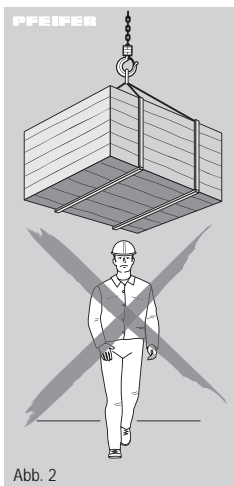

Abb. 2
- Der Aufenthalt unter einer angehobenen Last ist verboten (Abb. 2).